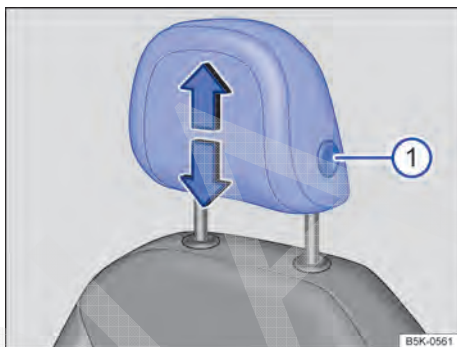

Fig. 89 Ajustar o apoio para cabeça dianteiro.
- Empurrar o apoio para cabeça para cima ou para baixo na direção da seta com o botão → Fig. 89 ① pressionado → ▲.